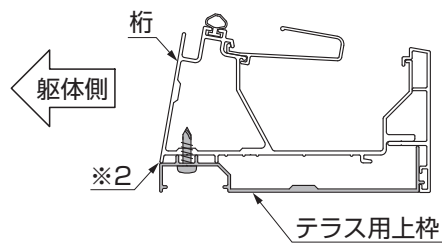

図21-5
- テラス用上枠と桁のコーナー目地部(※2)に、段差がつかないように取付けてください。(図21-5参照)